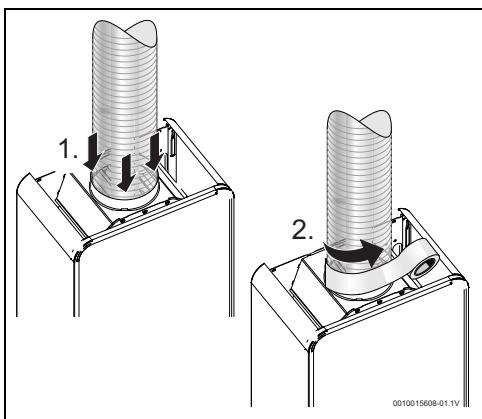

Fig. 12
- ser introduzida no interior do anel da chaminé (→ dimensão do anel na Tab. 4), sem folgas, e apoiada nos encaixes. Na existência de folgas, a ligação tem de ser vedada com material adequado (Fig. 12).